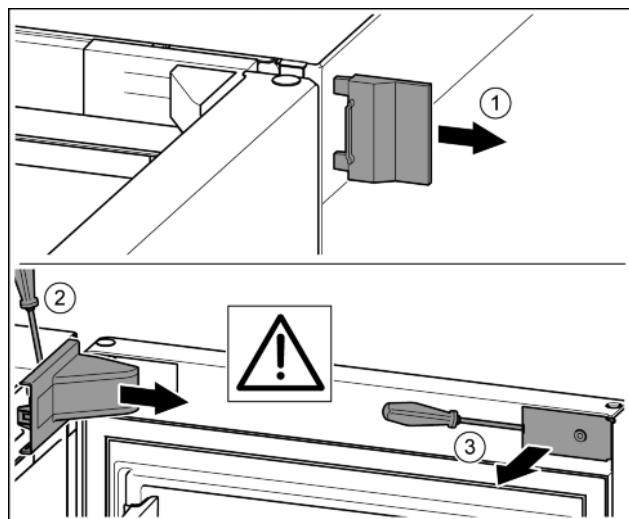

Fig. 9
- Снять внешнюю крышку. Fig. 9 (1)
- Вывести опорный кронштейн из зацепления при помощи отвертки и отсоединить. Снять крышку опорного кронштейна. Fig. 9 (2)
- Вывести накладку из зацепления и отвести в сторону. Fig. 9 (3)